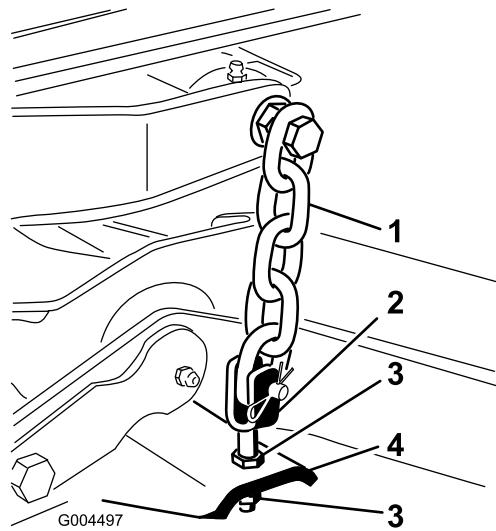

Figura 7
- 8. Ajuste as porcas de segurança que prendem as forquilhas/correntes do cortador à unidade de corte até que o cortador fique nivelado (Figura 7).
6. Ajuste as porcas de retenção traseiras que prendem as forquilhas/correntes do cortador (Figura 7) para elevar a traseira da unidade de corte de forma a que a inclinação da lâmina fique definida para 8 a 11 mm.